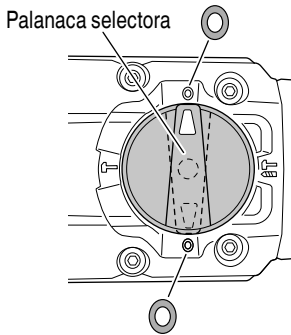

Fig. 14
(2) Fijar las posiciones de trabajo de herramientas tales como cortafío, etc.
- (a) Gire la palanca selectora. Alinee las marcas ▲ de la palanca selectora y ● de la tapa de la manivela como se ilustra en la Fig. 14.